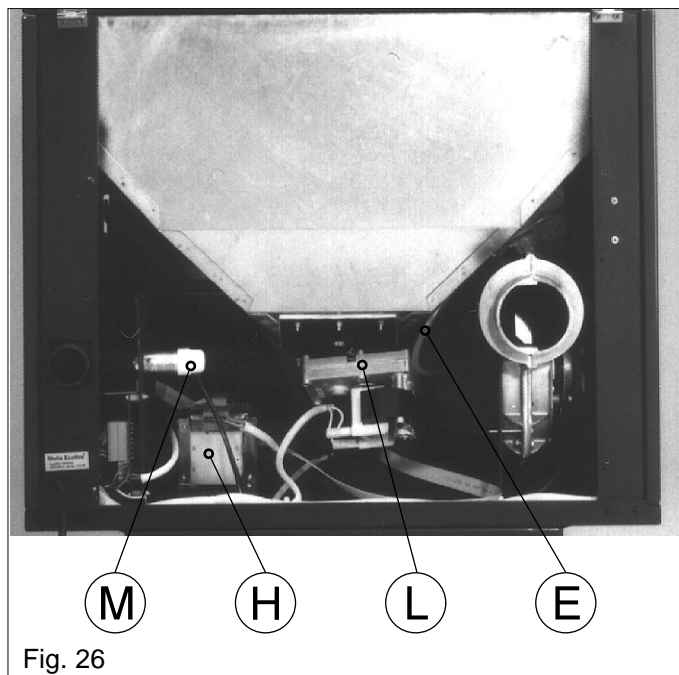

Fig. 26
- 1.2) Il pomello (A), in una delle sei posizioni, agisce sia sul ventilatore di espulsione fumi (B) che sulla COCLEA di caricamento pellets (L) (Fig. 26), regolandone la velocità operativa.
## MOTORE COCLEA (L) Fig. 26
Si trova sul lato destro (M) Fig. 26
(In dotazione solo con accensione automatica) si trova sul retro (H) Fig. 26
- Verificare il voltaggio del trasformatore di accensione Fig. 26 (H) dopo un minuto dall'invio si deve riscontrare con un tester la tensione di 220 volt d'ingresso e 11 volt di uscita, in mancanza di quest'ultimo valore sostituire il trasformatore.